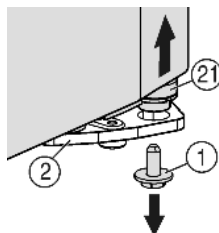
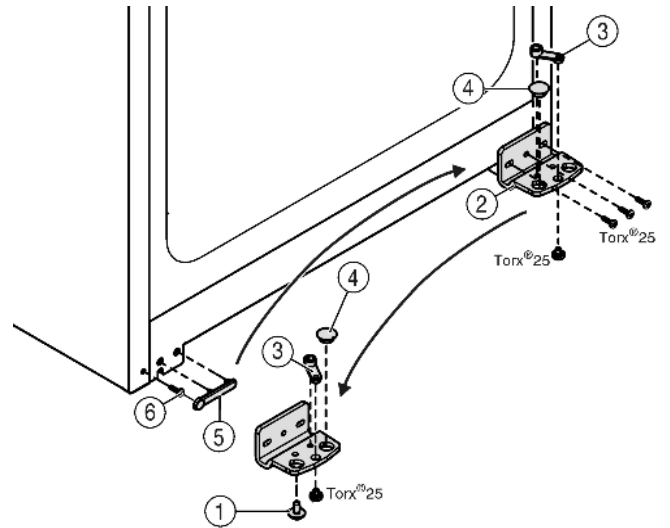

Fig. 4
Fig. 5
- ▶ Rechts onder aan de lagerbus de borgschroef Fig. 4 (1) uitdraaien.
- ▷ De lagerbout Fig. 4 (21) komt uit de lagerbus Fig. 5 (2) los.
- ▶ Indien de lagerbout Fig. 4 (21) niet los komt, de bout van onder naar boven drukken.
- ▶ Lagerbus Fig. 5 (2) losschroeven.
- ▶ Lagerdeel Fig. 5 (3) losschroeven en in het tegenoverliggende opnamegat van de lagerbus omzetten en weer vastschroeven.
- ▶ Stop Fig. 5 (4) uit de lagerbus verwijderen en in de tegenoverliggende opening van de lagerbus omzetten.
- ▶ Afdekking Fig. 5 (5) aan kant van de greep voorzichtig wegnemen.
- ▶ Schroef Fig. 5 (6) uitdraaien en aan de andere kant weer indraaien.
- ▶ Afdekking Fig. 5 (5) weer terugplaatsen.
- ▶ Lagerbus Fig. 5 (2) aan de nieuwe scharnierzijde evt. met behulp van een accuschroevendraaier weer **goed (met 4 Nm)** vastschroeven.
- ▶ Borgschroef Fig. 4 (1) onder in de lagerbout draaien en vastschroeven (met 4 Nm).